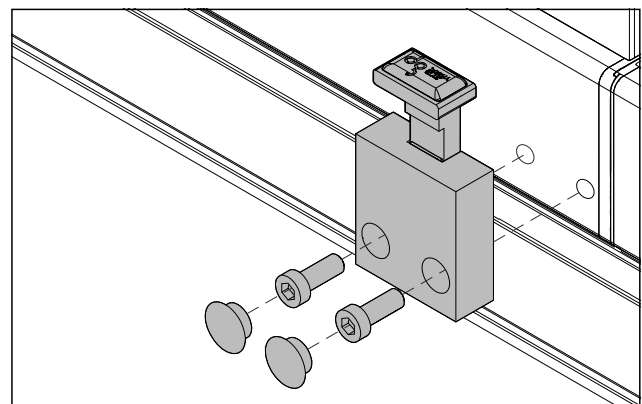

Abb. 54 Den Feststeller befestigen
5. Die Löcher im Feststeller mit den Abdeckkappen schließen (Abb. 54).